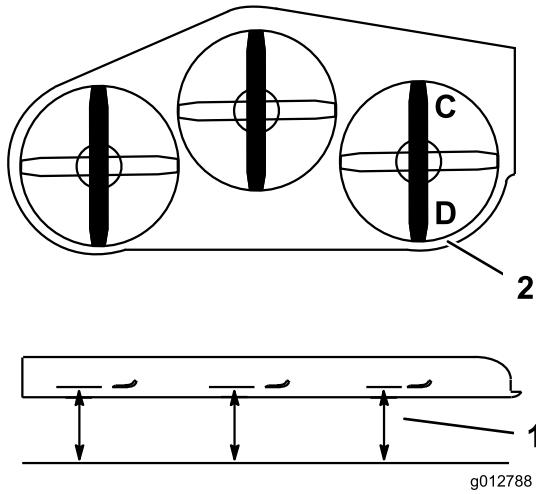

図 87
1. 右側のブレードを前後方向に向ける(図 87)。
2. C 位置で、平らな床面から右側ブレードの刃先までの高さを測り、測定値を記録する(図 87)。
3. D 位置で、平らな床面から右側ブレードの刃先までの高さを測り、測定値を記録する(図 87)。
4. C 位置におけるブレードの高さが、D 位置におけるブレードの高さよりも 6~10 mm 低ければ適正である(図 87)。高さの差がこの範囲内にない場合には以下の手順で調整する。